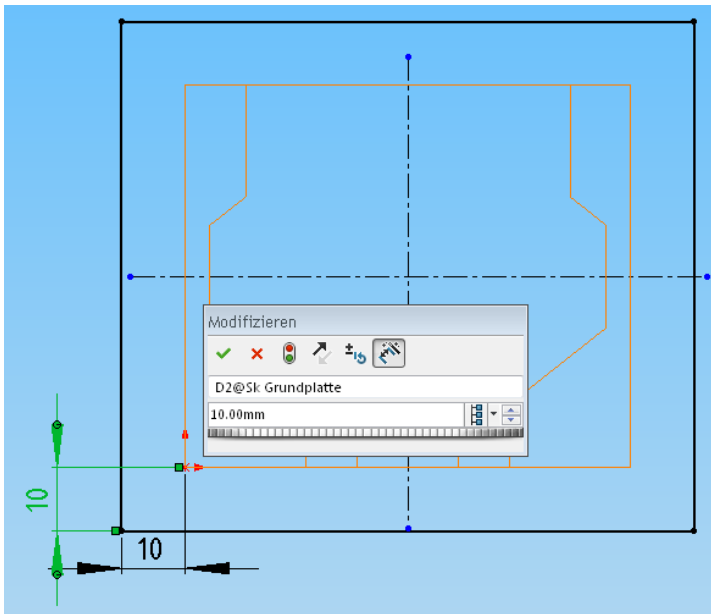

Bild 2.40: Skizzenbeziehungen sind von der Bemaßung unabhängig. Daher wird das Rechteck auch bei dieser Maßvariante *symmetrisch* gesteuert.
- Erstellen Sie zwei neue Maße, die jeweils vom Ursprung zur nächstgelegenen Seite führen. Zur Not können Sie wieder den Volumenkörper ausblenden (Bild 2.40).